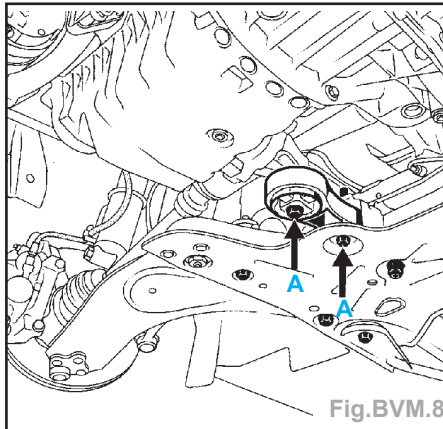

Fig.BVM.8
- la biellette de reprise de couple (A) (Fig.BVM.8),
- Déposer la biellette de reprise de couple (Fig.BVM.8).